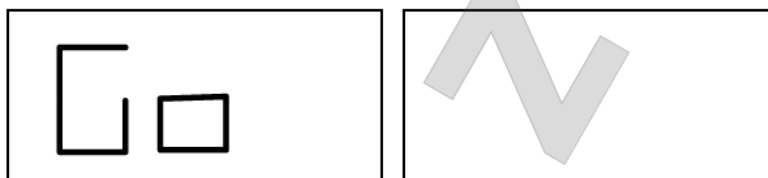

Рис. 5.5 Сообщение "Выполните запуск"
- Нажмите [P4] . Появится сообщение, рисунок 5.5;